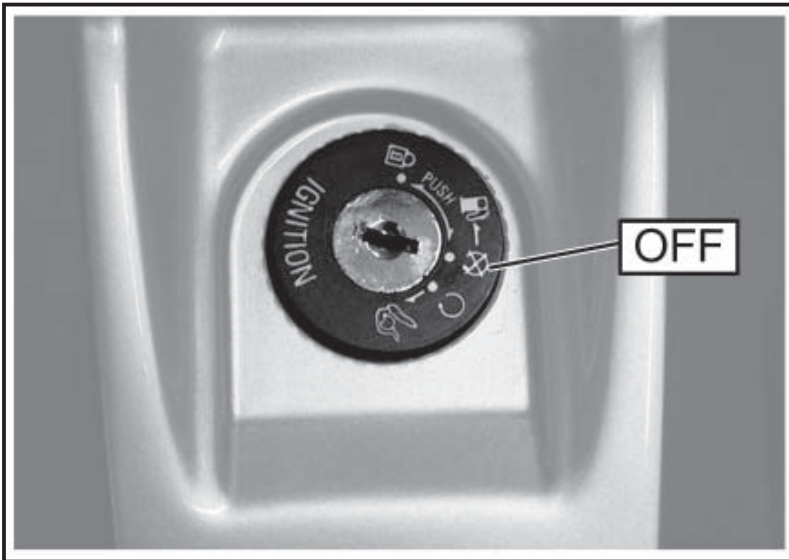

Abb. 01
5.5 ABSTELLEN DES MOTORS (Abb. 01)